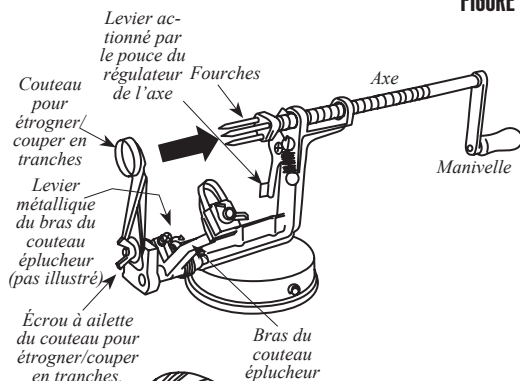

FIGURE 1
2. Appuyez sur le levier du pouce du régulateur de l'axe pour dégager la butée de l'axe. Tirez sur la manivelle jusqu'à ce que l'axe soit complètement en retrait vers l'arrière (FIGURE 1).